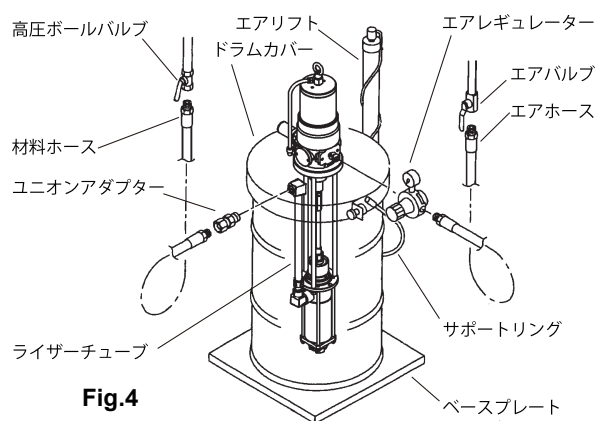

Fig.4
- 1) ドラムカバー (別売) にポンプを固定し、オープンタイプのドラム缶に取付けてください。(Fig.4)